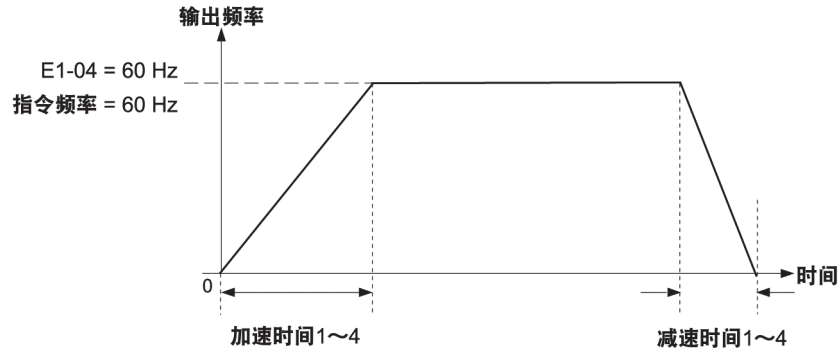
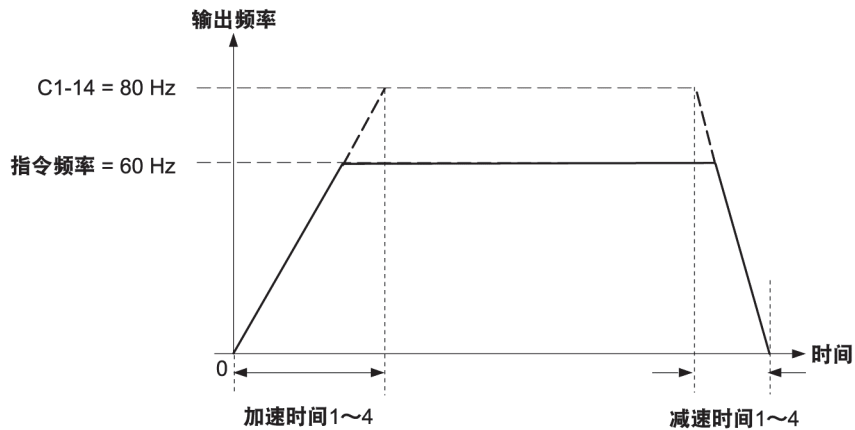

图 1.47 加减速速率的示例1 (C1-14 = 0 Hz、E1-04 = 60 Hz、指令频率60 Hz 的场合)
图 1.49 加减速速率的示例3 (C1-14 = 80 Hz、E1-04 = 60 Hz、指令频率60 Hz 的场合)
- (注) • 图 1.47~图 1.49 的加减速时间为设定 C2-01 ~ C2-04 [加减速开始和结束时的 S 字特性时间] 为 0.00 s 时的值。